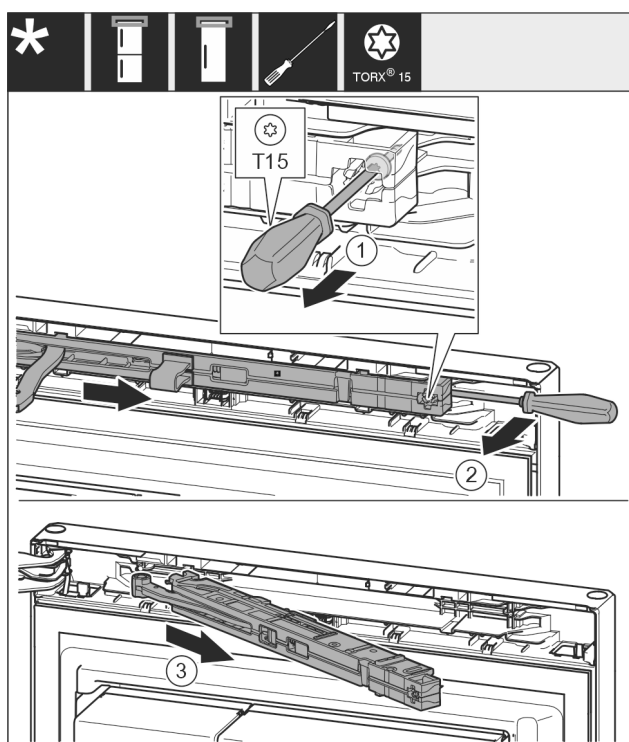

Fig. 11
- 用螺丝刀将关门阻尼单元上的螺钉 Fig. 11 (1)松开 14 mm。
- 用螺丝刀在手柄侧向前推动关门阻尼单元 Fig. 11 (2)。
- 拉出关门阻尼单元 Fig. 11 (3)。